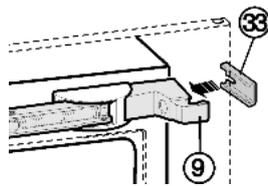

Fig. 26
- ▶ Applicare a pressione il distanziatore Fig. 26 (33) sul supporto cuscinetto Fig. 26 (9) nella zona dell'intaglio.